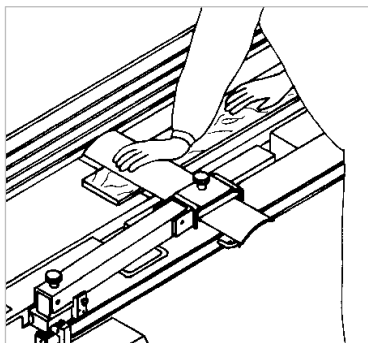
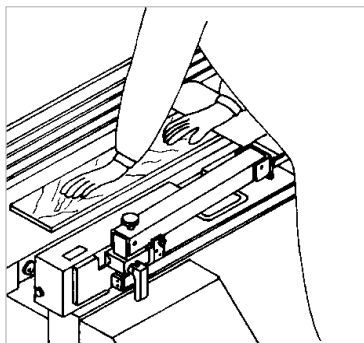

Abbildung 23: Abrichten bis 65 mm (1)
Abbildung 24: Abrichten bis 65 mm (2)
- Werkstück mit beiden Handflächen auf dem Aufgabetisch in Richtung Messerwelle schieben, indem die Hände nacheinander über den Brückenschutz der Messerwelle gehen (⇒ Abbildung 23 / ⇒ Abbildung 24).